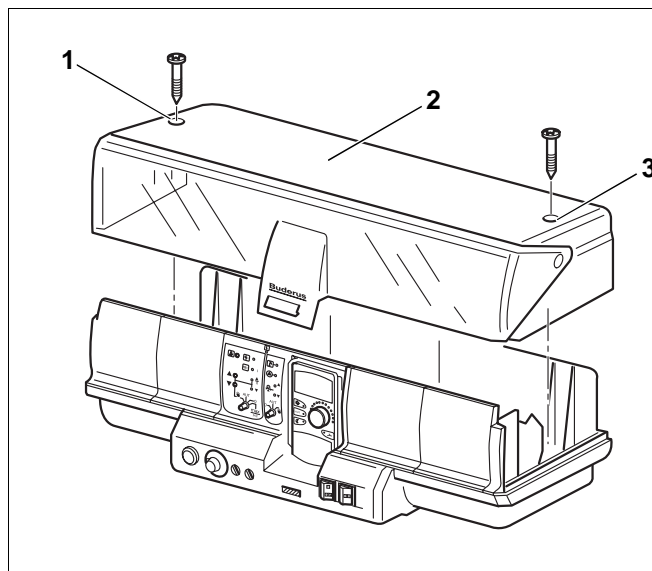

Abb. 3 Abdeckungen entfernen
- Die beiden Schrauben an der Oberseite des Gerätes lösen (Abb. 3, **Pos. 1 u. 3**).
- Klemmenabdeckhaube (Abb. 3, **Pos. 2**) abheben.